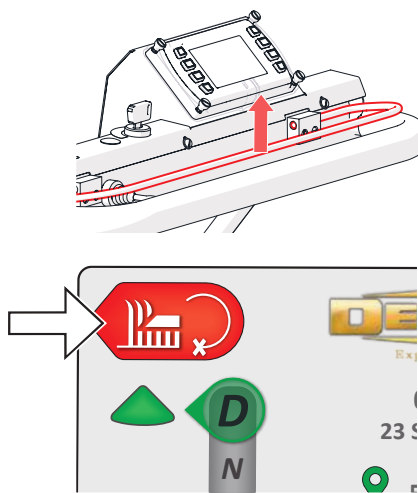

Abb. 15E - Mähfunktion stoppen
8. Um den Spindelmotor zu stoppen, lassen Sie den Sicherheitsbügel los oder drücken Sie „Mähen Start/Stopp“. Durch Loslassen des Sicherheitsbügels wird auch der Antriebsmotor gestoppt (Abb. 15E).